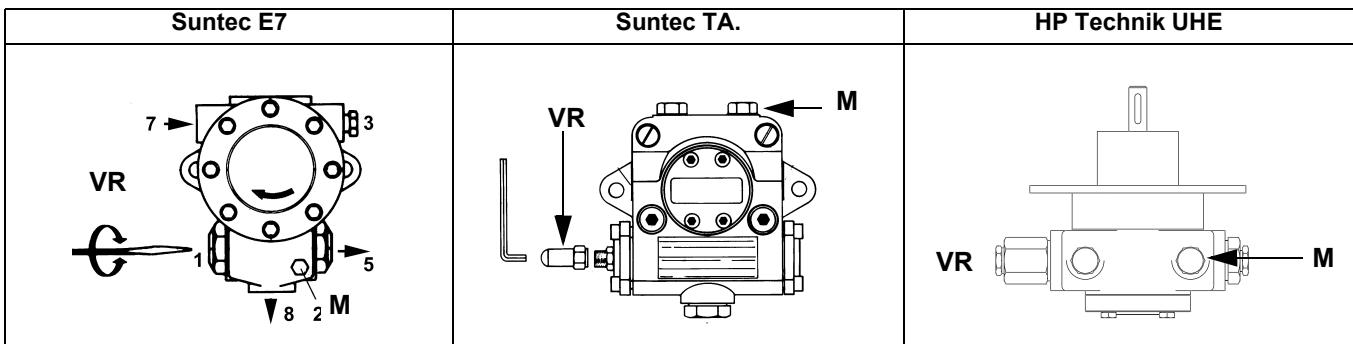

Рис. 9
- выпустить воздух со штуцера (**M**) манометра насоса (Рис. 9), расслабив слегка заглушку, но не снимая ее; затем отпустить контактор;